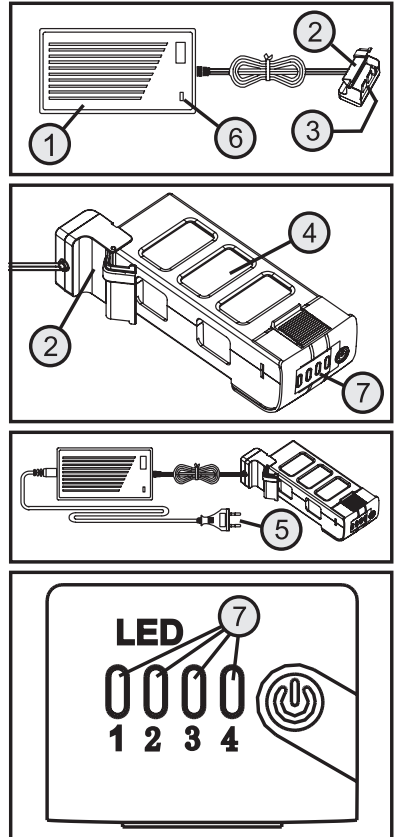

Bild 5
Schließen Sie den Flugakku (4) entsprechend den beiden mittleren Abbildungen in Bild 5 am Ladeadapter an.
Das Anschlusskabel des Ladeadapters wird zur besseren Darstellung bei den Zeichnungen in Bild 5 aufgewickelt gezeigt. Vor dem ersten Ladevorgang müssen Sie jedoch den Kabelbinder entfernen und das Ladeadapterkabel im abgewickelten Zustand nutzen.